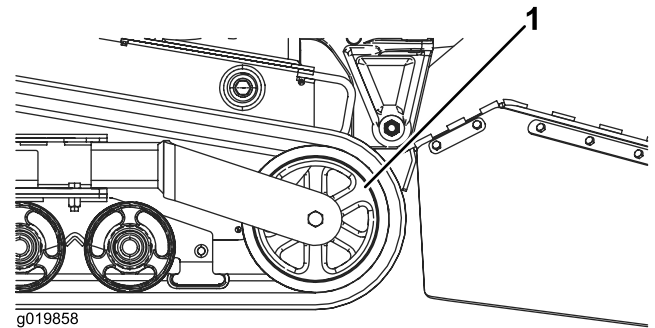

Bild 47
5. Drücken Sie das Spannrاد ganz nach hinten (Bild 47).
7. Wenn Sie die Kette vom Spannrاد entfernt haben, nehmen Sie sie von der Maschine ab (Bild 47).